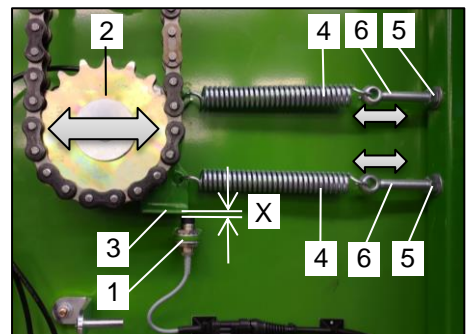

Bild 97: Sensor Einstellung
Der Sensor (Bild 97 / Pos. 1) an der unteren Dosierwalze (Bild 97 / Pos. 2) wird bei Ruhestellung eingestellt. Die Dosierwalze (Bild 97 / Pos. 2) befindet sich dabei in vorderster Position. Unter Berücksichtigung des Abstands „X“ zwischen Sensor (Bild 97 / Pos. 1) und Signalgeber (Bild 97 / Pos. 3) wird die Federkraft der Zugfedern (Bild 97 / Pos. 4) verstellt. Hierbei gilt folgendes:
- Lösen Sie die beiden Muttern (Bild 97 / Pos. 5).
- Verstellen Sie durch Hineindrehen oder Herausdrehen der Schrauben (Bild 97 / Pos. 6) die Federkraft der Zugfedern (Bild 97 / Pos. 4). Achten Sie darauf, dass beide Schrauben (Bild 97 / Pos. 6) gleich eingestellt sind.
- Ziehen Sie die beiden Muttern (Bild 97 / Pos. 5) wieder fest.
Soll der Abstand „X“ zwischen Sensor (Bild 97 / Pos. 1) und Signalgeber (Bild 97 / Pos. 3) angepasst werden, sind hierzu die Handlungsanweisungen und Hinweise in der Betriebsanleitung im Kapitel „Funktionsweise und Einstellungen“ im Abschnitt „Elektrik“ / „Sensor Einstellung“ zu beachten!